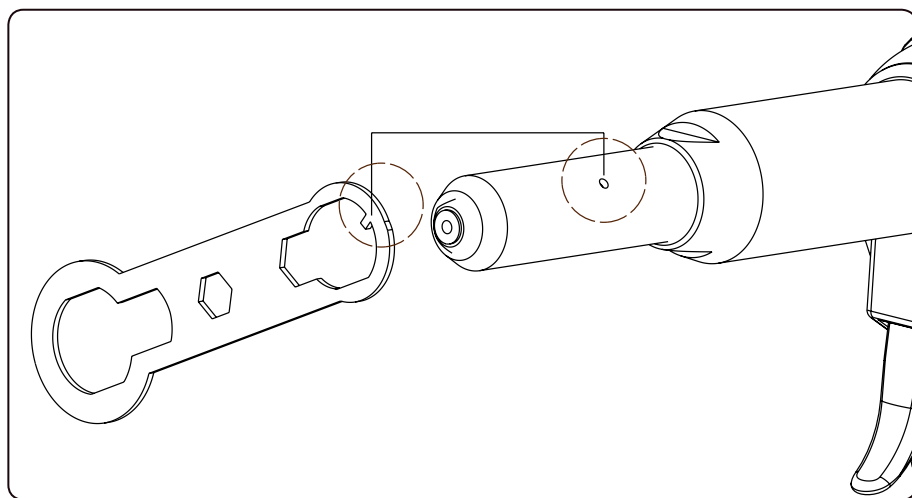

Fig.7, posizione dell'arresto della chiave nel foro del cannetto
• Nel caso in cui fosse necessario accedere alle ganasce (Parte 3, Fig.8) o altre parti, svitare il cannetto con la chiave in dotazione. Per poter svitare la cannetto con una chiave, la sporgenza sulla chiave deve essere inserita nel foro del cannetto come fermo (Fig.7). Premere e rilasciare il grilletto prima di sostituire le parti. Accertarsi che i componenti del cannetto della pistola rivettatrice siano sufficientemente lubrificati, soprattutto dopo la loro sostituzione. Per la lubrificazione deve essere utilizzata vaselina per macchine.